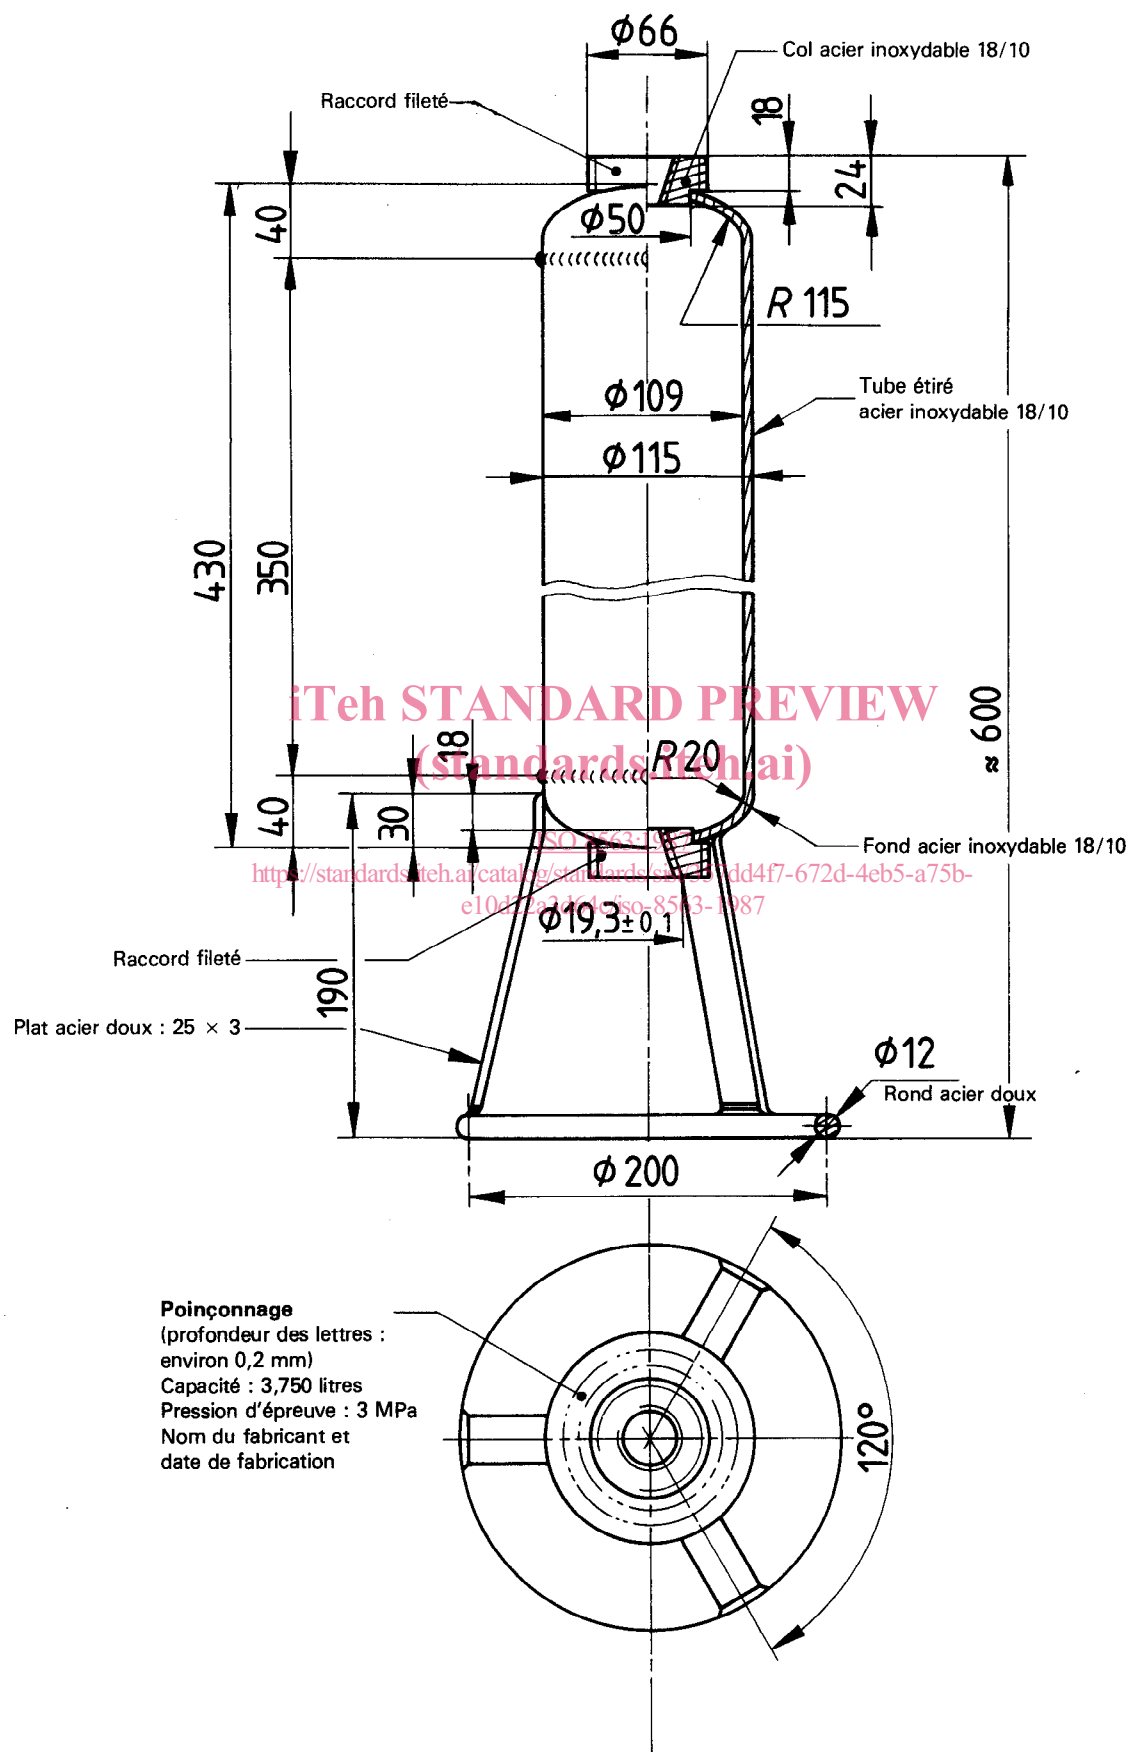

Figure 1 — Exemple de bouteille d'échantillonnage pour le butadiène liquide
En effet, la vaporisation de ces produits, même en faibles quantités, entraîne la formation de volumes appréciables de gaz extrêmement combustibles et capables de former, avec l'air, des mélanges explosifs. L'évaporation de ces produits sur une surface métallique provoque un refroidissement intense de celle-ci et entraîne des risques de brûlures à son contact. Pour faciliter la manipulation des bouteilles d'échantillonnage, celles-ci peuvent être munies d'un pied (voir figure 1) ou de poignées.
2.1 Bouteilles d'échantillonnage (voir figures 1 et 2), résistant à une pression de 3,4 MPa* utilisables pour le propylène liquide dont la pression de vapeur à 25 °C est de 1,1 MPa, ou résistant à une pression de 1,4 MPa utilisables uniquement pour le butadiène liquide dont la pression de vapeur à 25 °C est de 0,3 MPa.
Chaque fois que cela est possible, on aura intérêt à utiliser une bouteille sur pied (voir figure 1) munie d'un robinet à tube plongeur à sa partie supérieure.